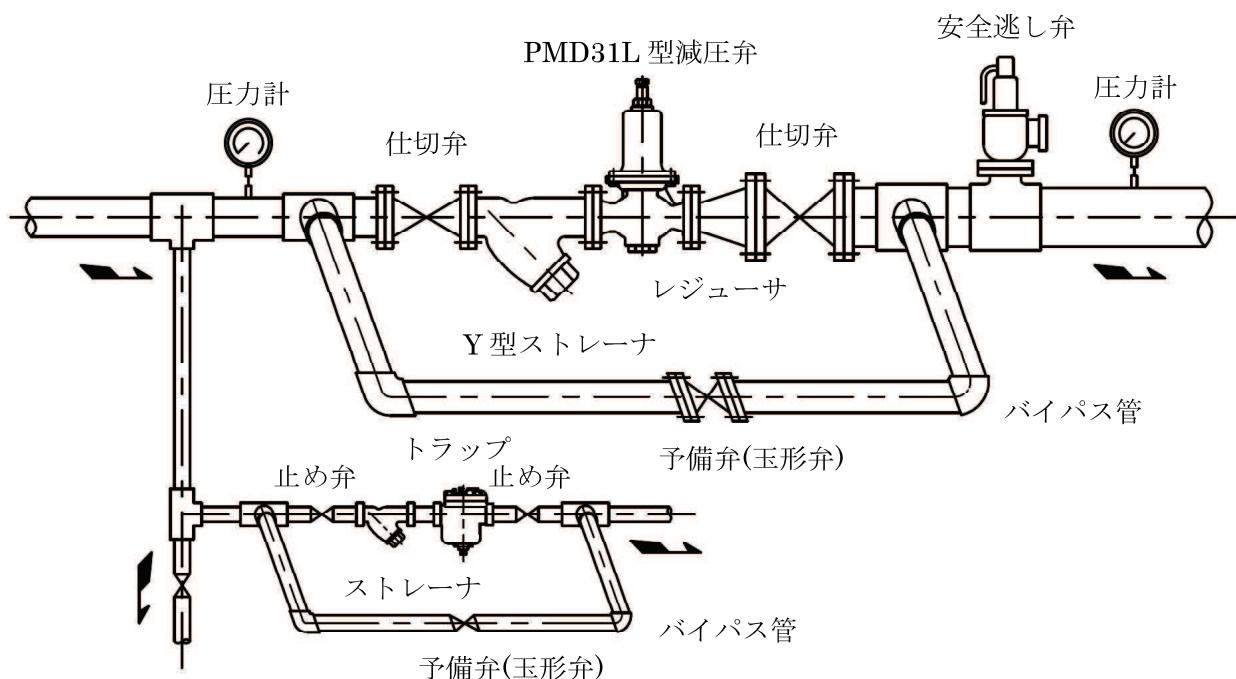

図4 配管例図
- 配管に際しては流体の流れ方向と弁箱に鋳出している矢印の方向を必ず一致させてください。また、図4に示すようにY型ストレーナ、安全逃し弁及び予備弁(玉形弁)を備え、更に前後弁(仕切弁)と圧力計を取り付けるよう御計画ください。
- 2.3 配管に際しては流体の流れ方向と弁箱(21)に鋳出している矢印の方向を必ず一致させてください。また、図4に示すようにY型ストレーナ、安全逃し弁及び予備弁(玉形弁)を備え、更に前後弁(仕切弁)と圧力計を取り付けるよう御計画ください。